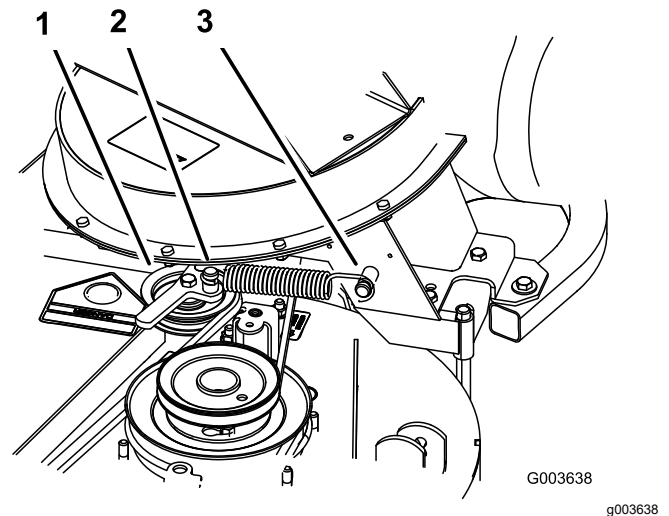

Figure 40
6. Instale el muelle como se muestra en la Figure 40.